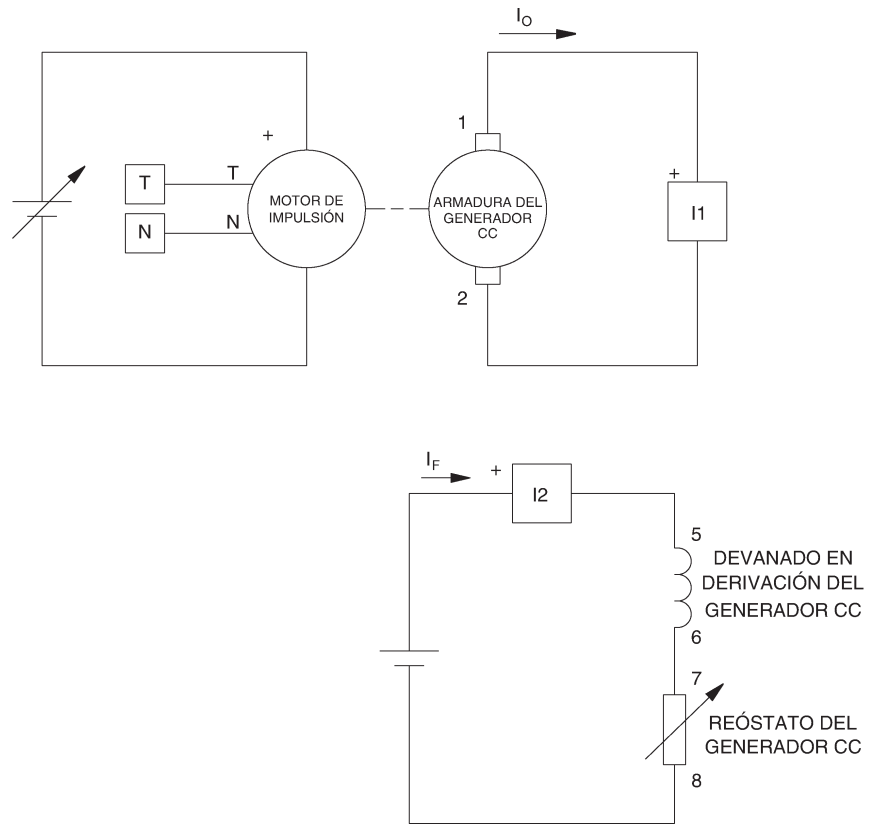

Figura 3-5. Generador CC con excitación independiente acoplado al Motor de impulsión.
En la segunda parte, montará el equipo en el Puesto de trabajo, lo conectará como lo muestra la Figura 3-5 y realizará los ajustes apropiados en el módulo Motor de impulsión / Dinamómetro.
- 9. Monte el circuito del generador c.c. con excitación independiente que muestra la Figura 3-5.